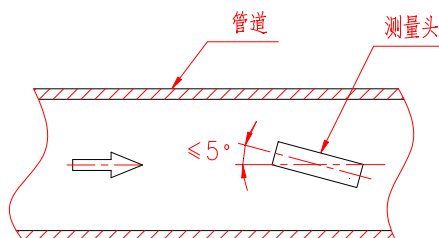

图2
- 5、测量头上箭头的方向应与流体流动的方向一致。安装时测量头与流体流动方向的夹角不大于  $5^\circ$ （见图 2）